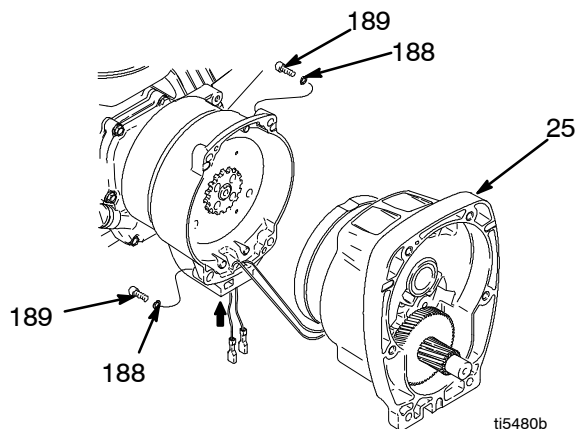
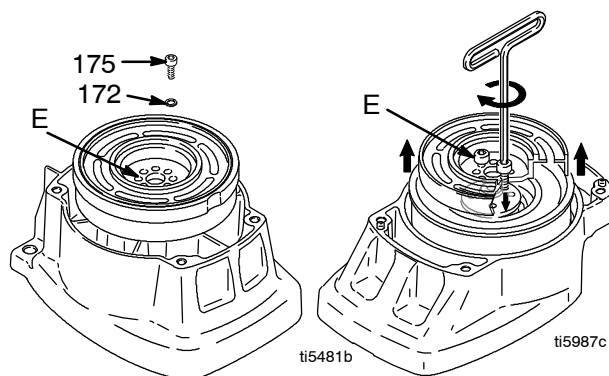
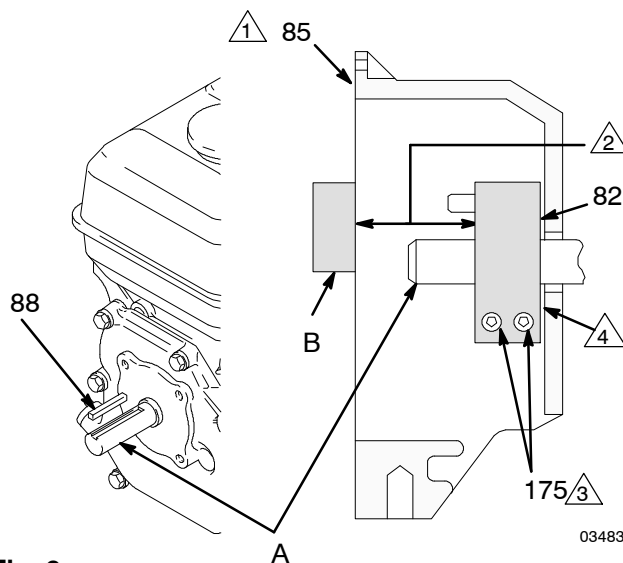

Fig. 4
Fig. 5
Fig. 9
4. Fig. 4. Fjern de fire skruer (189), låseskiverne (188) og tanddrevsenheden (25).
5. Fig. 5. Placer tanddrevsenheden (25) på en arbejdsbænk med rotorsiden opad.
6. Fjern de fire skruer (170) og låseskiverne (172). Isæt to skruer i de gevindskårne huller (E) i rotoren. Fastspænd skruerne skiftevis, indtil rotoren kommer af.
4. Fig. 9. Løsn de to skruer (175) på klemmen (82).
5. Før skruetrækkeren ind i hullet i klemmen (82), og fjern klemmen.
1. Fig. 9. Monter motorakselnøglen (88)
2. Bank klemmen (82) på motorakslen (A) med en plasthammer. Bevar den dimension, der er vist i note 2. Affasningen skal vende mod motoren.
3. Kontrollér dimensionen: Placer den stive, lige stålstang (B) hen over koblingshusets overflade (5). Brug præcist måleudstyr til at måle afstanden mellem stangen og klemmens overflade. Foretag den nødvendige tilpasning af klemmen. Tilspænd de to skruer (175) med et moment på $14 \pm 1,1$ N·m.
9. Fig. 5. Placer tanddrevsenheden på en arbejdsbænk med rotorsiden opad.
10. Påfør Loctite på skruerne. Isæt de fire skruer (170) og låseskiverne (172). Tilspænd skruerne skiftevis med et moment på 14 Nm, indtil rotoren er fastgjort. Brug de gevindskårne huller til at holde rotoren.
11. Fig. 4. Monter tanddrevsenheden (25) med de fem skruer (189) og låseskiver (188).